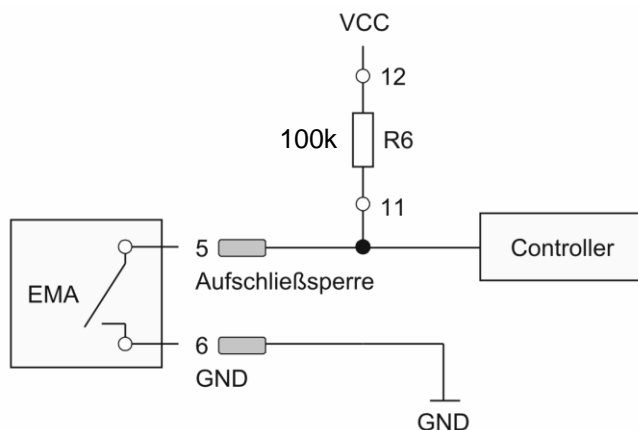

Abb. 5.16: EMA – Aufschleißsperre, Anschlussplan
- b) Potentialfreier Schaltkontakt (*Abbildung 5.16*)